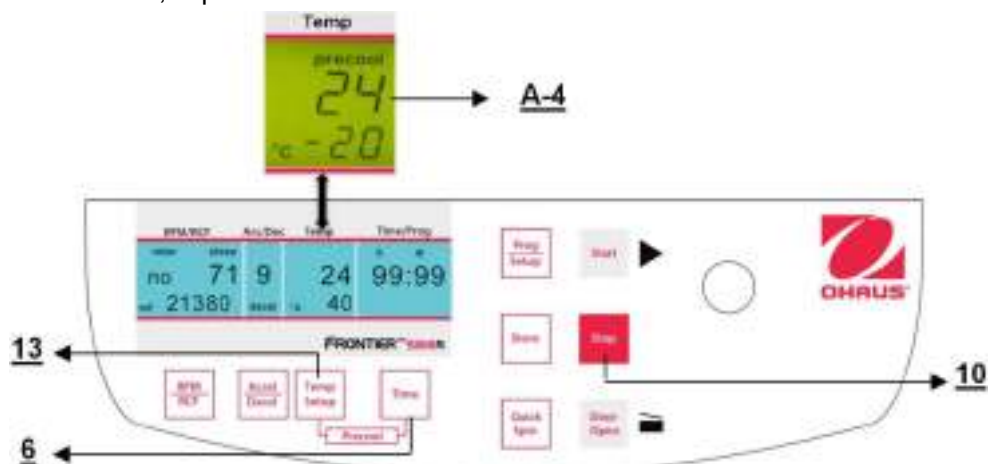

Figure. 20
Si les   chantillons sont sensibles    la temp  rature, il est utile de pr  -refroidir la centrifugeuse, le rotor et finalement les godets    la temp  rature requise de fonctionnement. Pour ce faire, ins  rer le rotor retenu et pr  d  finir la temp  rature correspondante. En appuyant simultan  ment sur les touches **"Temp/Setup"** (13) (voir la figure 20) et **"Time"** (6), l'utilisateur d  marrera une centrifugation. Pendant le fonctionnement, l'unit   choisit automatiquement une vitesse de rotation   quivalente    20 % de celle autoris  e du rotor ins  r  . Apr  s avoir atteint la temp  rature pr  d  finie, il est possible de quitter le pr  -refroidissement avec la touche **"Stop"** (10).